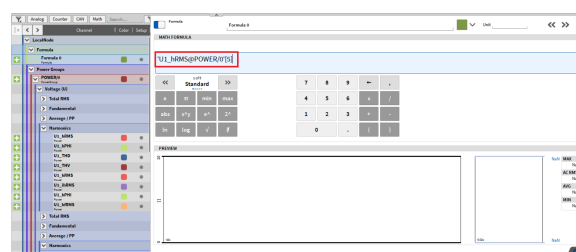

Abb. 7.74: Grundlegende mathematische Operationen für Arrays
- Grundlegende mathematische Operationen für Arrays mit gleichen Dimensionen unterstützt (siehe ① in Abb. 7.74): + - * /
- Operationen (+ - * /) mit Arrays und Konstanten (siehe ② in Abb. 7.74)